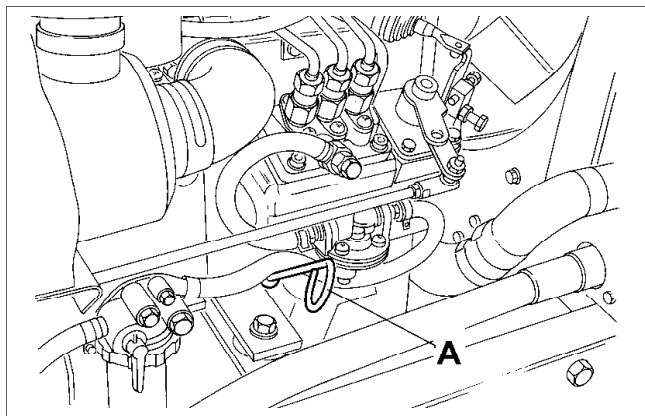
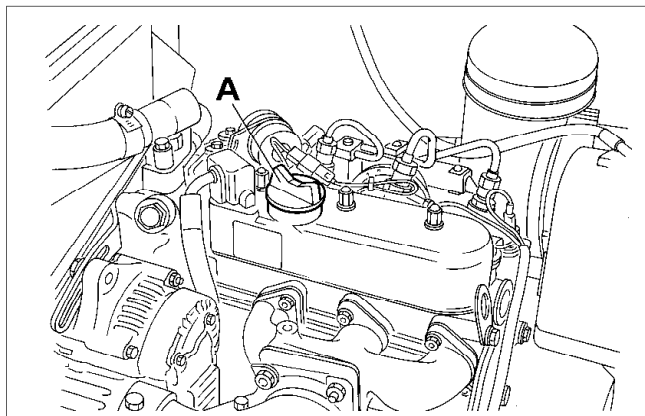

Fig.24
Fig.25
Sacar la varilla (A Fig. 24) y comprobar que el aceite llegue al nivel correcto indicado. En caso necesario, rellenar con aceite nuevo por el llenador (A Fig. 25) encima de la caja oscilante.
- Quitar la tapa de rellenar (A Fig. 25) y llenar con aceite limpio hasta el nivel máximo en la varilla (A Fig. 24). Capacidad 3,2 litros